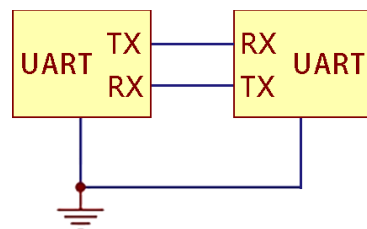

图 3.15 UART 串行通信连接方式
UART (Universal Asynchronous Receiver/Transmitter, 通用异步收发器) 是实现不同设备之间短距离通信的一种常用且经济的方式, 最简单的连接方式如图 3.15 所示, 只需要 3 根线, 分别是串行输出线 (TX)、串行输入线 (RX)、地线 (GND)。